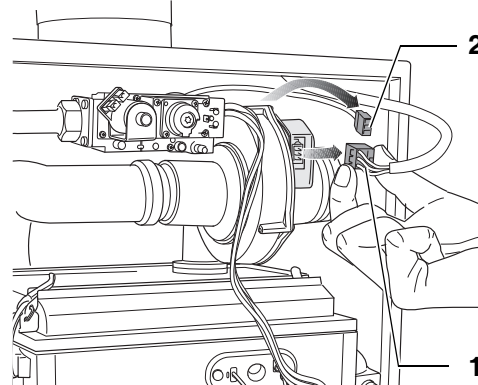

Fig. 101 Stik på udluftningen løsnes
- Tag stikket til spændingstilslutningen (fig. 101, pos. 1) på udluftningen af.
- Tag stikket til takokablet (fig. 101, pos. 2) på udluftningen af. Løsn låsen på stikket ved at trykke på den.